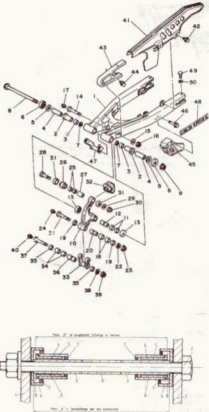

Bild 191
- Schwinggabel an ihren Enden auf und ab bewegen. Diese Bewegung muss leichtgängig sein. Ist sie schwergängig, vermutlich Schwingenlager entweder schlecht geschmiert oder axiales Spiel der Schwingenlagerung ungenügend (siehe hierzu Bild 191). Für das Modell DT 80 LC ist ein axiales Einbauspil von 0,1 bis 0,3 mm vorgeschrieben, für das neuere Modell 0,4 bis 0,7 mm.
- Anweisungen zur Distanzierung in axialer Richtung nach Bild 191 beachten. Vorgeschriebenes Axialspiel 0,1 bis 0,3 mm für Modell DT 80 LC, 0,4 bis 0,7 mm für Modell DT 80 LC/2.